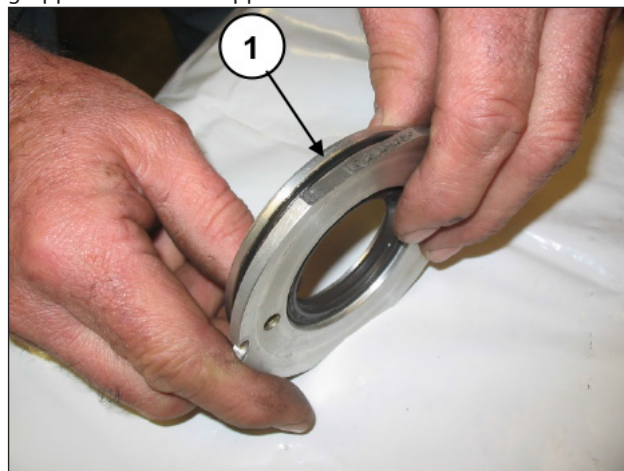

Fig. 118
Posizionare l'O-Ring (pos. ①, Fig. 118) nella sede del coperchio paraolio e, attraverso l'apertura superiore del carter, inserire il gruppo montato nell'apposita sede.